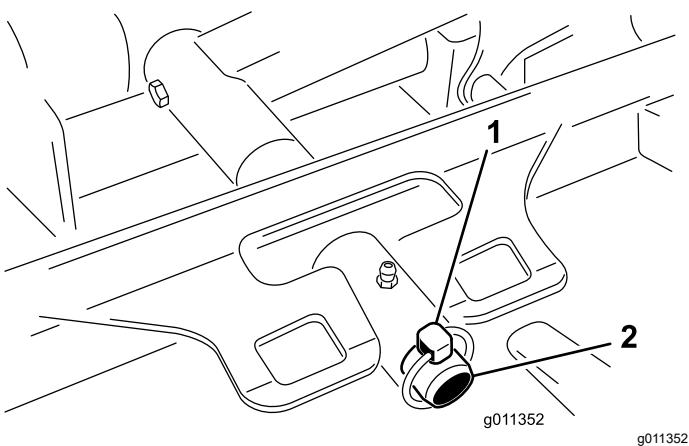

Figura 80
3. Retire o pino de sujeição (para máquinas Groundsmaster 4500) ou porca de bloqueio (para máquinas Groundsmaster 4700) que fixa a estrutura de suporte da unidade de corte ao pino da articulação do braço de elevação (Figura 80).
2. Deslize a estrutura de suporte da unidade de corte até que esta fique sobre o pino da articulação do braço de elevação (Figura 80). Prenda a unidade de corte ao pino com o pino de sujeição (para máquinas Groundsmaster 4500) ou a porca de retenção (para máquinas Groundsmaster 4700).